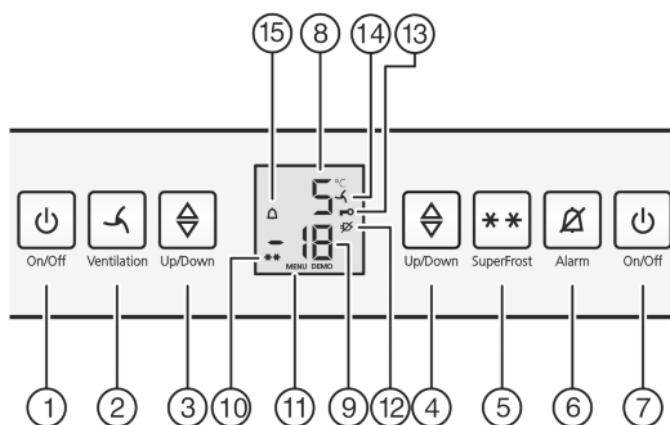

Fig. 2
- ▶ Taste On/Off Gefrierteil *Fig. 2 (7)* drücken.
- ▶ Taste On/Off Kühlteil *Fig. 2 (1)* drücken.
- ▶ Einstellmodus aktivieren: Taste SuperFrost *Fig. 2 (5)* ca. 5 Sekunden drücken.
- ▷ In der Anzeige wird das Symbol Menu *Fig. 2 (11)* angezeigt.
- ▶ Mit der Taste SuperFrost *Fig. 2 (5)* kurz bestätigen.
- ▷ Das Symbol Kindersicherung *Fig. 2 (13)* leuchtet in der Anzeige.
- ▶ Die Taste On/Off Gefrierteil *Fig. 2 (7)* kurz drücken.
- ▷ Das Symbol Kindersicherung *Fig. 2 (13)* erlischt.
- ▶ Taste Alarm *Fig. 2 (6)* drücken.
Gleichzeitig blinkt die Temperaturanzeige und das Symbol Alarm *Fig. 2 (15)*.
Der Tonwarner verstummt automatisch, das Symbol Alarm *Fig. 2 (15)* geht aus und die Temperaturanzeige hört auf zu blinken, wenn die Temperatur wieder ausreichend kalt ist.